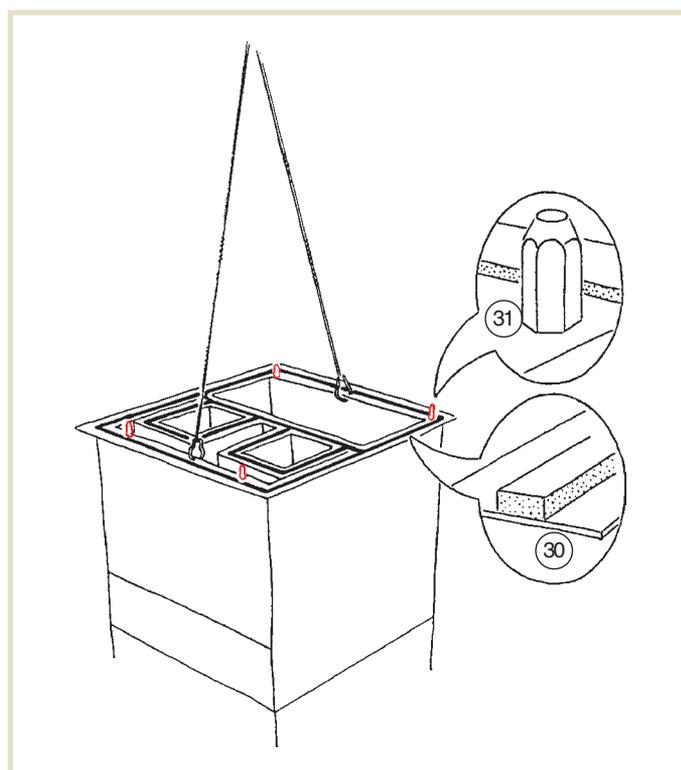

Рис. 35: Подъем нижнего блока на стропах
- Убедитесь в целостности уплотнительной ленточки **30**, наложенной по периметру нижнего блока. При необходимости устраните повреждение (см. Рис. 35).
- Закрепите карабинные гаки привязных ремней крана на зацепах основания нижнего блока (см. Рис. 35).